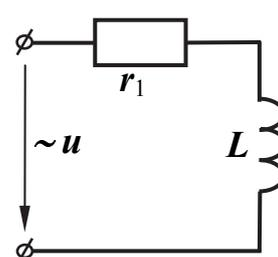

Рис. 18.3
3. Собрать схему из резистора и последовательно включенной катушки индуктивности (рис. 18.3). Снять осциллограммы тока в цепи для двух – трех значений частоты входного напряжения. Сделать выводы по изменениям формы тока в зависимости от частоты питающего напряжения.